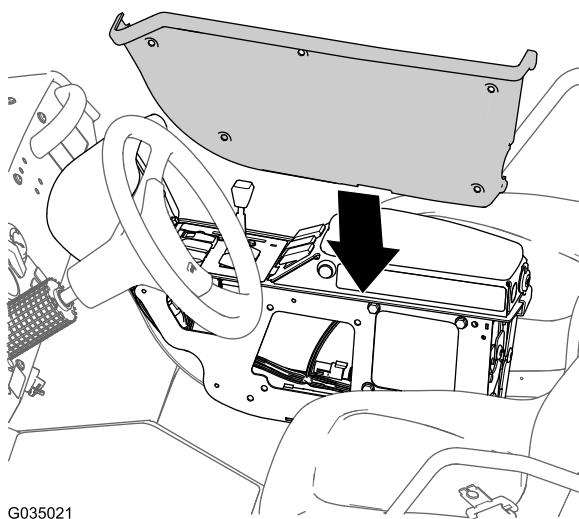

Рисунок 119
6. Совместите крышку, снятую при выполнении пункта 3 в разделе Прокладка жгута проводов для отсечного контура насоса опрыскивателя (страница 58), с левой стороной центральной консоли (Рисунок 119).